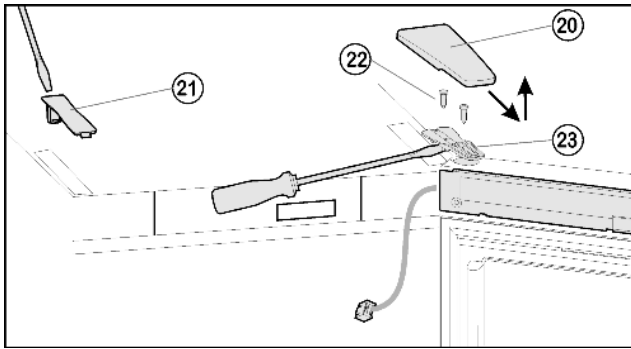

Fig. 10
- ▶ Крышку Fig. 10 (20) снимите движением вперед и вверх
- ▶ Снимите крышку Fig. 10 (21).
- ▶ Полностью выверните винты Fig. 10 (22).
- ▶ Снимите дверцу вместе с опорным кронштейном Fig. 10 (23) и кабелем вверх. Для снятия, возможно, понадобится осторожно подцепить опорный кронштейн снизу шлицевой отверткой.